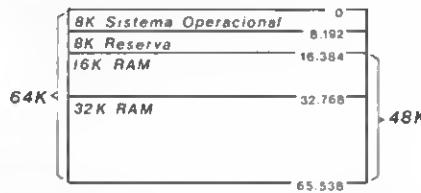

Figura 1
**MICROSISTEMAS** — Isso não é defeito do seu equipamento. O que acontece é que a memória do seu micro se organiza como mostra a Figura 1. E, qualquer que seja a expansão, o máximo aproveitável em seus programas será 48 K. A utilização da RAM se inicia no endereço 16384 (leia o artigo "Pequenas memórias, grandes economias",